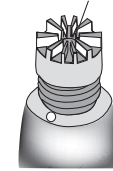

FIG. 1
- Sur les systèmes Titan 3 ou Titan T, vissez le contre-angle sur l'adaptateur moteur-contre-angle (Fig. 1), pièce Titan 3 n° 264073 ou Titan T n° 263970 à la main. Vissez jusqu'au bout.